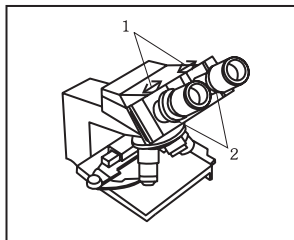

Figura 3
- ◆ La distancia interpupilar; La serie de microscopios 137 consta de un sistema de graduación interpupilar de compensación libre, ajustamos los dos oculares a la distancia precisa, se consigue cuando hay una total fusión de las dos imágenes (Figura 3).